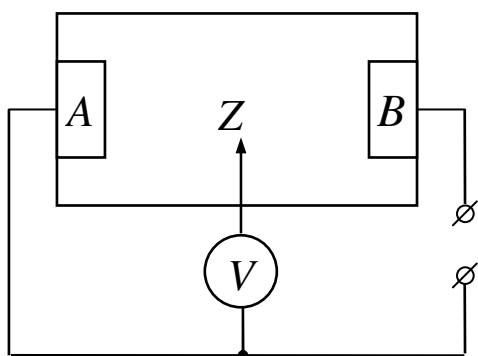

Рис. 1
1. Соедините приборы по схеме (рис. 1), расположив электрода А и В на расстоянии 8-10см. В стеклянный сосуд налейте воды толщиной слоя в 3-4 мм.
1. Что показывает вольтметр на схеме рис. 1? При каком положении зонда вольтметр покажет наибольшее значение?